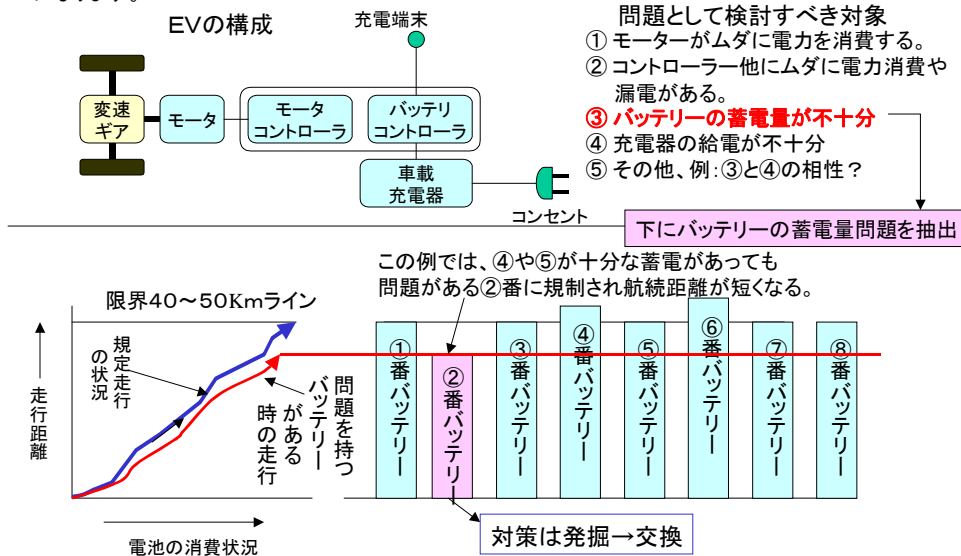
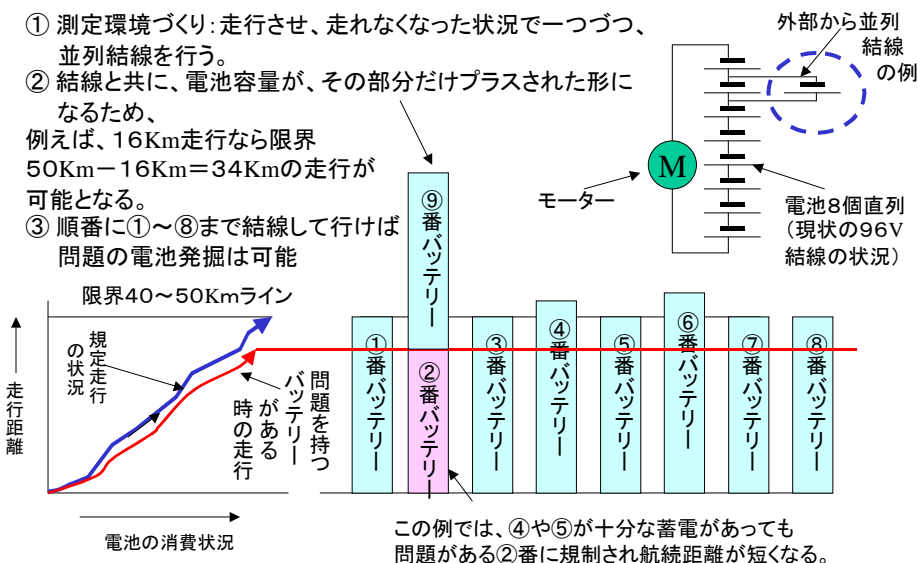

図4 EV電池の検討
図5 EV電池問題の評価方法
(3) ゼロ・スポーツが扱った郵便車の航続距離と比較した今回のEV
2011年3月にゼロ・スポーツ倒産の発表がありました。そこには多くの理由があるようですが、今回、コンバートEVを製作して思うことは、仮に、Li-Ion電池搭載であっても、対象としたコンバートEVが果たして注文した郵便局で郵便物を乗せて1日の配達に支障は無いのだろうか？という疑問が生じます。報道を見る限り、今回のスズキ・エブリィと同じような車種であり、①重量、②走行距離、③充電の条件などに疑問を感じるわけです。倒産後、関係者が別途企業をつくりコンバートEVの製作にあたるようですが、機会があれば、関係者にお聞きし、対策内容を入手したいと思っています。加えて、筆者はAPEVの活動に参加させていただき関係上、コンバートEVの航続距離の向上対策に努力して行く積もりです。また、対策として得た内容は、逐次公開し、多くの方にお役立てしたいと思います。活動途中で、「モーターがおかしいのではないか？」とか下に記載したように、「バッテリーがあるのではないか？」と疑い、調査も実験も進めました。その内容が、図4と、図5です。しかし、問題は無い状況で、今回、ここに報告した性能です。この面に、良い策があれば、是非、我々にご教授願いたく、ここに、お願いする次第です。